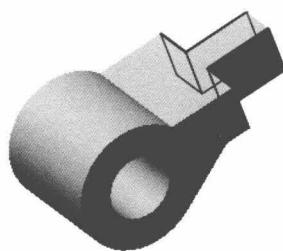
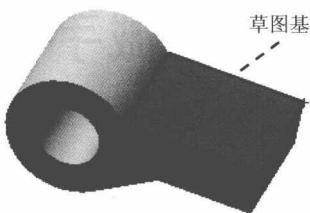
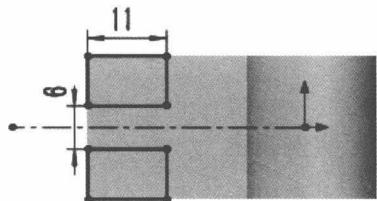

图 1.4 切除-拉伸 1
图 1.5 草图基准面
图 1.6 横断面草图
Step3. 创建图 1.4 所示的切除-拉伸 1。选择下拉菜单 **插入(I) → 切除(C) → 拉伸(E)...** 命令；选取图 1.5 所示的面为草图基准面，绘制图 1.6 所示的横断面草图；在“切除-拉伸”对话框 **方向1** 区域  按钮后的下拉列表中选择 **完全贯穿** 选项；单击  按钮，完成切除-拉伸 1 的创建。